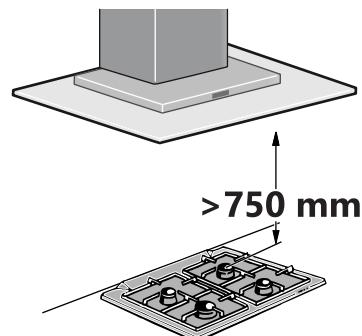

図2: ガスコンロ
- ・ ガスコンロ(ゴトク上端)とレンジフード下端の距離(図2参照) 750mm。